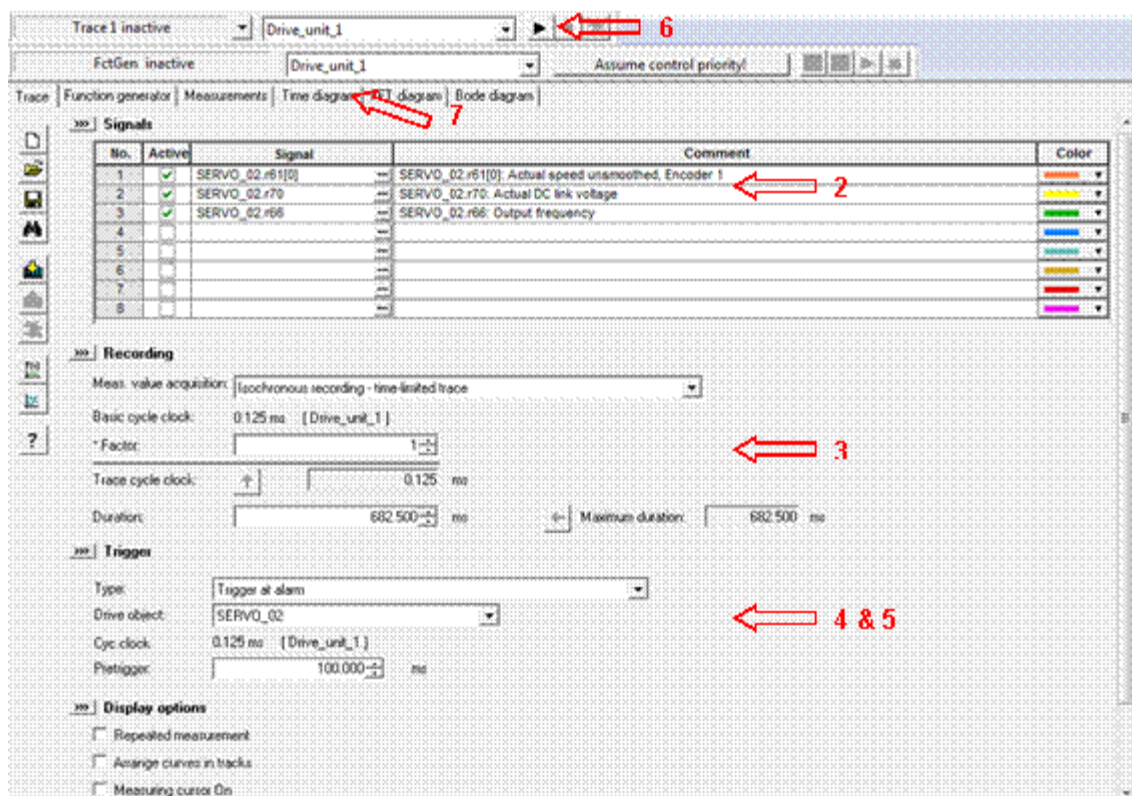

图 1. 设置故障触发 Trace 功能
- (1) 单击 STARTER 软件工具栏中的  图标，激活 Trace 配置界面。
- (2) 选择故障前后需要记录的参数，图 1 中为 SERVO_2 的 r61[0]，r70 以及 r66 三个参数。
- (3) 选择基准采样周期的 1 倍记录数据，采样循环时间为 0.125 ms，总的的数据记录时间长度是 682.5ms。
- (4) 选择“Trigger at fault”作为触发条件，驱动对象选择为“SERVO_02”。当 SERVO_02 发生故障时，自动触发 Trace 功能，记录数据。
- (5) 在预触发“Pretrigger”中设置在触发瞬间前多少毫秒内的数据加以保留。若设置 100ms，则故障后记录数据时间为： $682.5\text{ms} - 100\text{ms} = 582.5\text{ms}$ 。
- (6) 单击 ，激活 Trace 功能。
- (7) Trace 成功后，可以在“Time diagram”中查询记录波形。它会记录故障发生前 100ms 和发生后 582.5ms 内 SERVO_02 的内部数据。